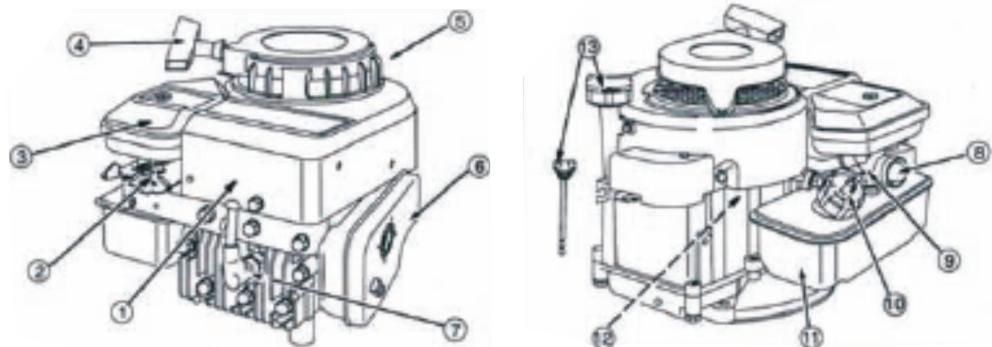

рис. 3
Основным элементом газонокосилки является 4-х тактный двигатель внутреннего сгорания (1), с вертикальной осью коленвала и его основные части: (2) - рычаг дросселя; (3) - фильтр воздушный; (4) - стартер ручной; (5) - защитный кожух; (6) - глушитель; (7) - свеча зажигания; (8) - кнопка топливного насоса; (9) - карбюратор; (10) - пробка бензобака; (11) - бензобак; (12) - корпус двигателя; (13) – маслоналивная горловина. см. рис. 3.